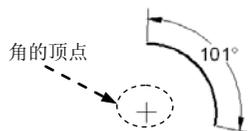

图 8.3.11 标注圆弧的包含角
2. 标注圆弧的包含角 (图 8.3.11)
Step2. 选择下拉菜单 **标注 (D)** → **角度 (A)** 命令。